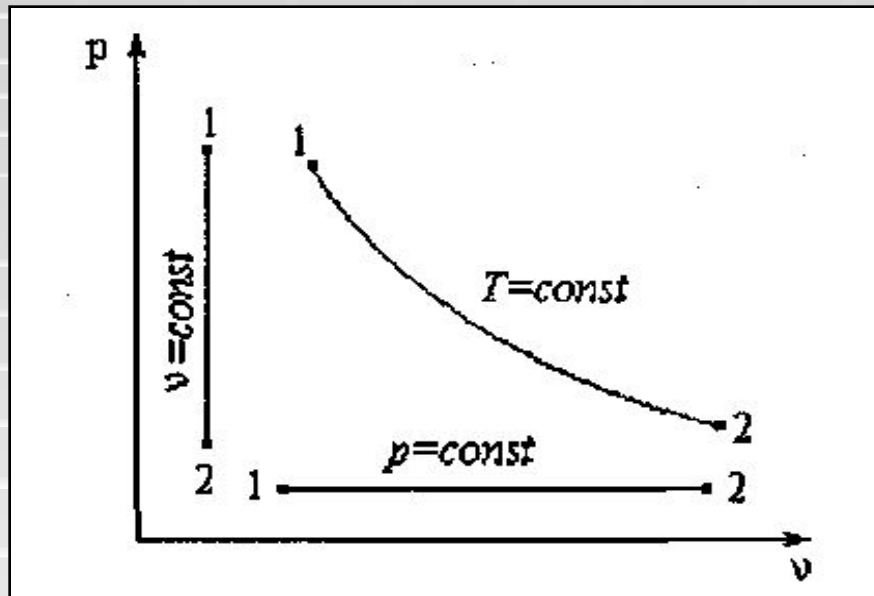

Рис. 1.1.
- *Однако использовать трехосную систему координат затруднительно, поэтому на практике пользуются проекциями кривых трехосной системы на плоскости в прямоугольной системе координат. В технической термодинамике для исследования равновесных термодинамических процессов наиболее часто применяют двухосную систему координат  $p-v$ . В этой системе координат вертикаль изображает изохорный процесс, горизонталь – изобарный, кривая вида гиперболы – изотермический (рис. 1.1).*